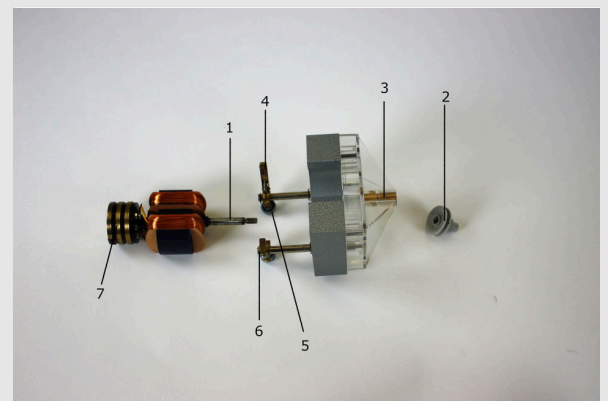

Fig. 1
- Assembler la fixation du moteur conformément à la Fig. 1.